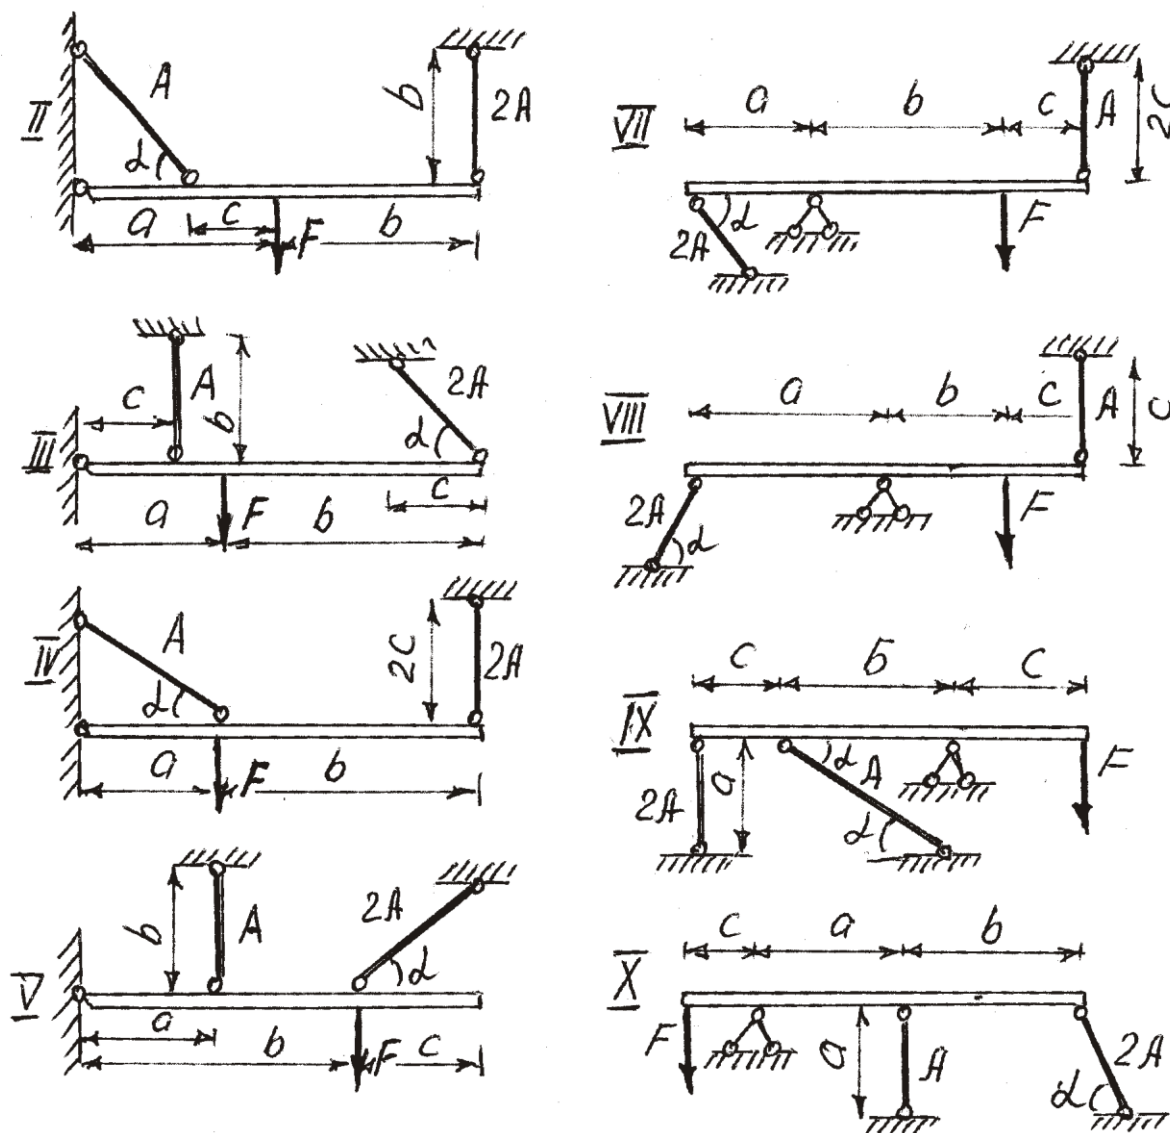

Рис. 1
**Задача 1.** Абсолютно жесткий горизонтально расположенный брус опирается на шарнирно неподвижную опору и прикреплен к двум стержням при помощи шарниров (рис. 1). Один стержень имеет поперечное сечение  $A$ , другой –  $2A$ . На брус действует вертикальная сила  $F$ , приложенная в указанной на рисунке толчке. Требуется: